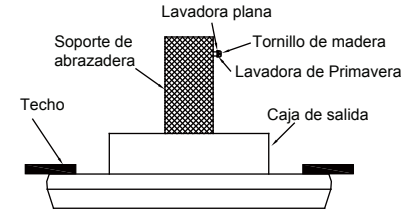

Fig. 13
Paso 1. Conduzca un tornillo de madera y arandelas en el lado de la abrazadera que sujeta la caja de salida. Deje 3 mm (1/8") de espacio entre la abrazadera de soporte y la arandela. (Fig. 13)